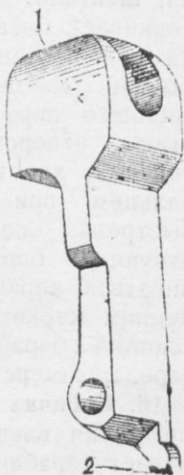

Рис. 17. Казенник:
18. **Казенник** (рис. 17) служит опорой шляпке гильзы патрона в момент выстрела; при взведении курка он вместе с собачкой подвигает заряженный барабан вперед и плотно прижимает шляпку патрона к барабану. Казенник имеет: **головку** с каналом для прохода бойка курка; нижняя часть головки сзади скошена, в этот скос упирается ползун при движении вверх, заставляя казенник наклоняться головкой вперед; **выступ**, который от давления на него уступа опускающегося ползуна заставлял казенник отклоняться головкой назад; **отверстие** для надевания на ось, укрепленную в задней стенке рамки.